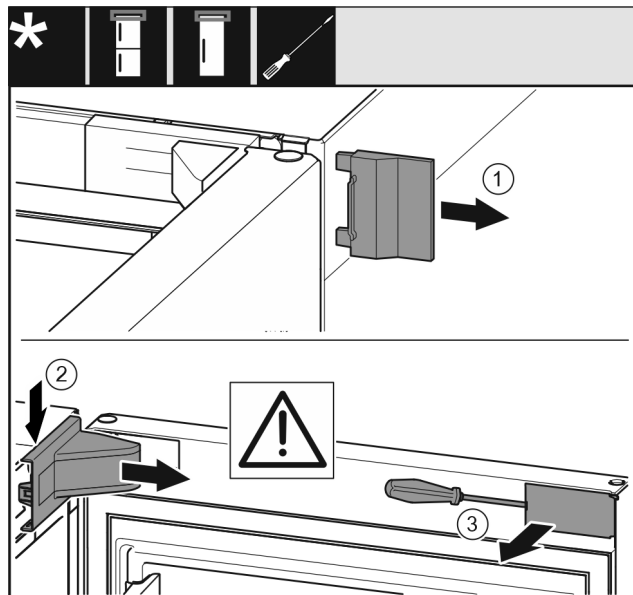

Fig. 10
- Hiqni kapakun mbulues të jashtëm Fig. 10 (1).
- Nxirrni nga foleja kapakun mbulues të bazamentit mbështetës Fig. 10 (2) dhe hiqeni.
- Nxirrni nga foleja panelin mbulues Fig. 10 (3) me një kaçavidë me kokë petë dhe shtyjeni anash.